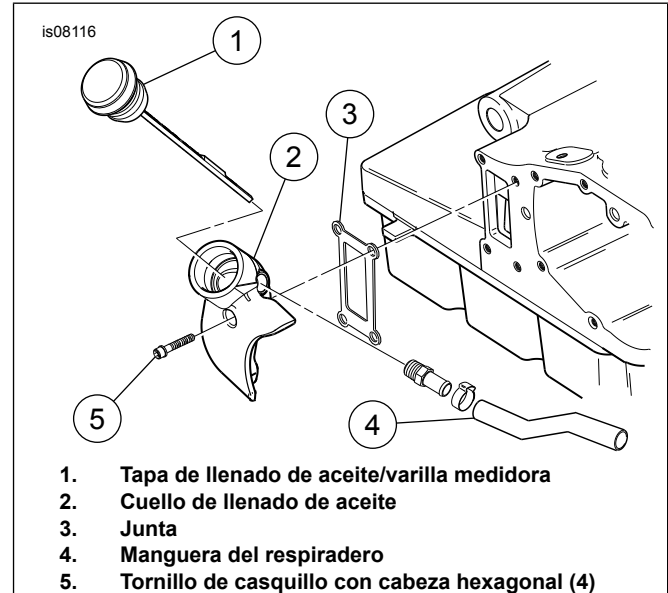

Figura 1. Extracción del cuello de llenado de aceite (modelos FLT solamente)
3. En todos los modelos, excepto los modelos FLT: Vea el Manual de servicio. Instale el nuevo arranque. Siga al paso 4. Para los modelos FLT: Vea Figura 1. Cuando instale este arranque en las motocicletas modelo FLT, extraiga el cuello de llenado de aceite. Para extraer el cuello de llenado de aceite en los modelos FLT: Los tornillos son difíciles de alcanzar, pero se pueden extraer cuidadosamente sin desconectar el sistema de escape.
- b. Quite la tapa de llenado/varilla medidora de aceite (1) y póngala a un lado.
- c. Deje la manguera del respiradero (artículo 4, si está equipada) en el cuello de llenado de aceite (2). Extraiga los cuatro tornillos de casquillo con cabeza hexagonal (5) que sujetan el cuello de llenado a la caja de la transmisión. Quite el cuello de llenado de aceite. Envuélvalo con un trapo de taller y apártelo, fuera del paso.
- f. Coloque la junta nueva (3) en su posición y vuelva a instalar el cuello de llenado de aceite. Apriete los tornillos a 9,5-12,2 N·m (7-9 lb-pie).